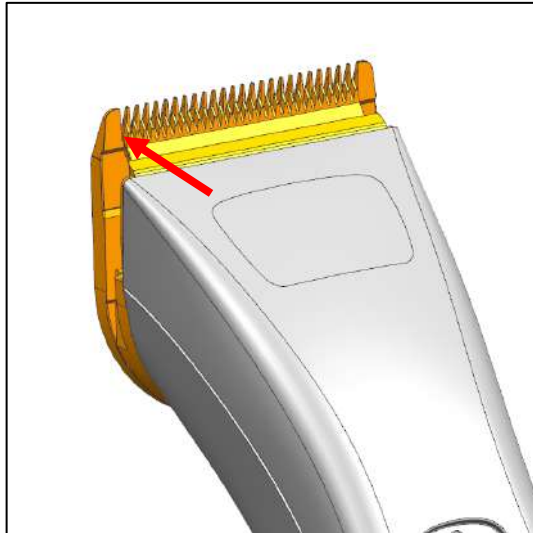
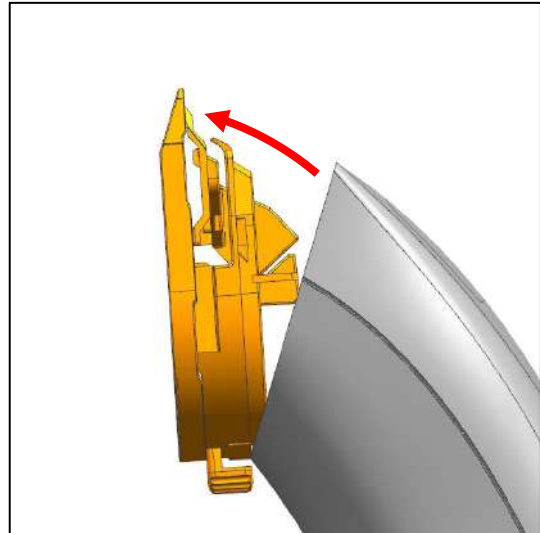

Abb. 3
Abb. 4
- a) Nehmen Sie das Gerät in eine Hand (Standardgebrauchshaltung). Klappen Sie den Schneidsatz an einer Ecke mit dem Daumen ab (Abb. 3 und Abb. 4).